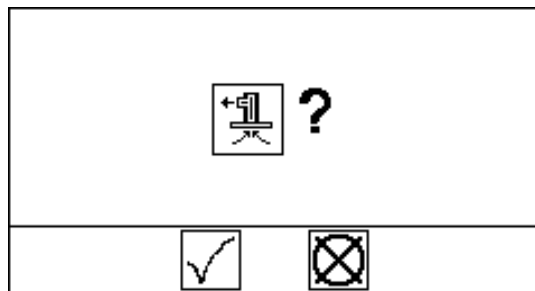

FIG. 21: Conferma dell'adescamento
5. Premere il tasto di adescamento della pompa . All'operatore viene chiesto di confermare. Vedere la FIG. 21. Selezionare  per iniziare l'adescamento.